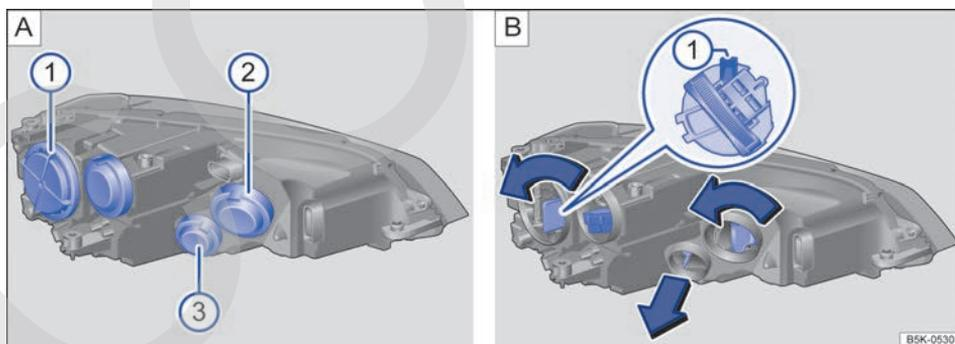

Fig. 166 En el vano motor: tapas en el faro izquierdo: ① luz de cruce, ② luz de carretera, luz de posición y luz de conducción diurna, ③ intermitente.
→ fig. 166
- ⑤ Sustituya la lámpara averiada por otra nueva del mismo tipo.
- ⑥ **Luz de cruce** ①: Coloque el portalámparas en el faro con la pestaña de encastre hacia arriba → fig. 166 B ① y gírelo en el sentido de las agujas del reloj hasta el tope.